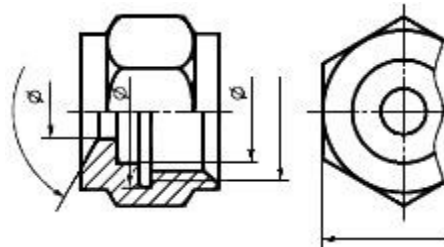

Рис.1.12
14. Если вид или разрез симметричного предмета или отдельных, симметрично расположенных элементов, изображают только до оси симметрии с обрывом, то размерные линии, относящиеся к этим элементам, проводят с обрывом, и обрыв размерной линии делают дальше оси или обрыва предмета, а размер указывают полный (рис. 1.12)